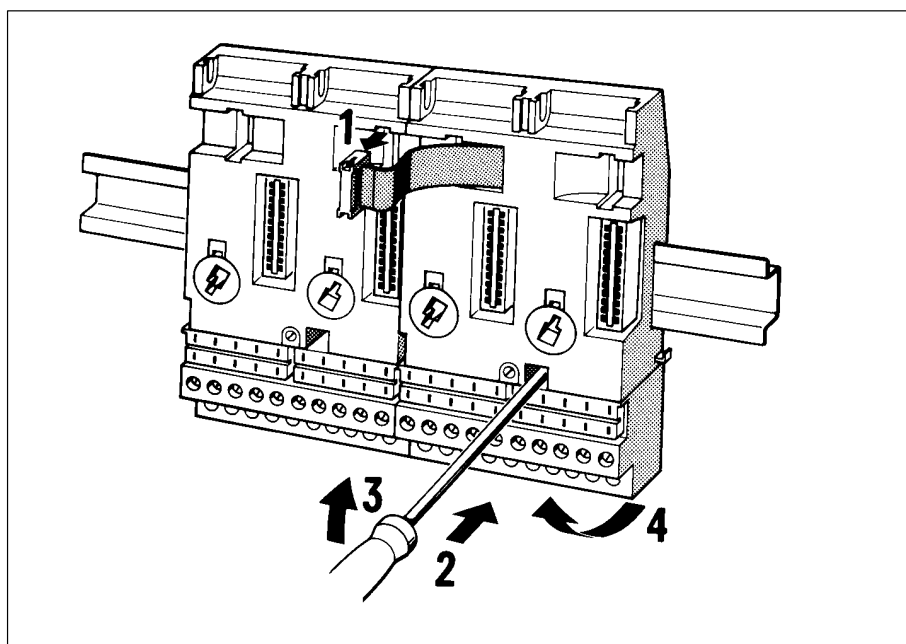

Fig. 3-5 Démontage des modules de bus
2. Défaire les liaisons (câbles plats) avec les modules de bus voisins ou avec le coupleur ET 200U. (cf. Fig. 3-5 voir **1**)